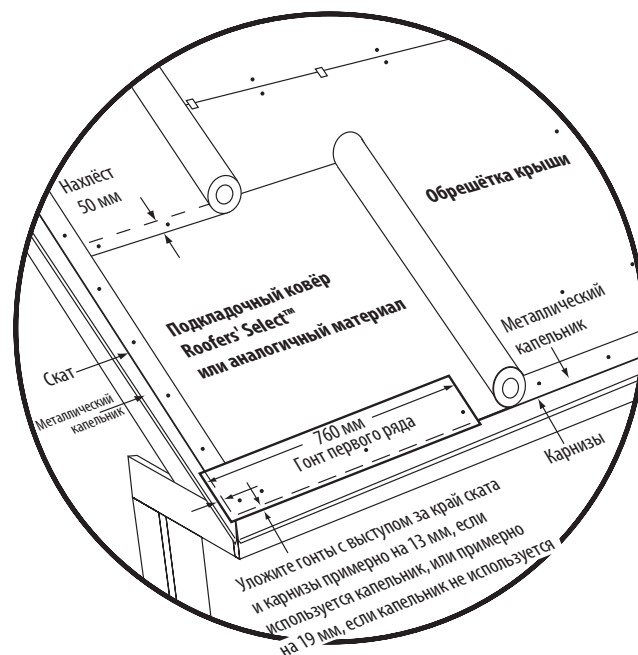

Рис. 13-6. Монтаж подкладочного ковра и капельника начального ряда на крышу со стандартным уклоном.
- Отрежьте 15 см от первого полосового гонта начального ряда уложите кусок шириной 78,7 см у левого нижнего угла крыши (Рис. 13-6).